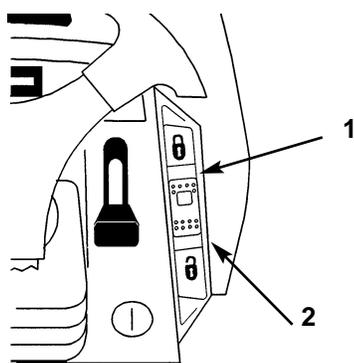

Figure 13
Le régulateur de vitesse est en option sur certains modèles. Un levier à trois positions (SET-LOCK, ON, OFF-UNLOCK) (PROGRAMMATION, EN SERVICE, HORS SERVICE) située sur le tableau de bord (Fig. 13) commande la mise en service du régulateur de vitesse, qui maintient la position de commande de déplacement sans pression du pied. Le régulateur de vitesse est prévu pour être utilisé en marche avant seulement. Ne pas l'utiliser en marche arrière.
1. Commencer à conduire le tracteur; se reporter à la section *Conduite en marche avant ou arrière*. Tout en gardant le pied sur la commande de déplacement, avancer le levier du régulateur de vitesse (Fig. 13) à la position "SET LOCK" (PROGRAMMATION).
1. Tout en gardant le pied sur la commande de déplacement, ramener le levier du programmeur de vitesse (Fig. 13) jusqu'à la position "UNLOCK-OFF".